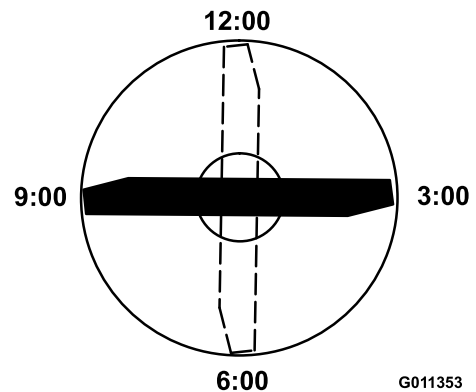

Figura 98
4. Poziionai marginea de tăiere a capătului marcat al lamei la ora 12 (drept înainte în direcția de cosire) (Figura 98) i măsurați înălțimea de la masă la marginea de tăiere a lamei.
5. Rotii capătul marcat al lamei în pozițiile de la orele 3 i 9 (Figura 98) i măsurați înălțimile.